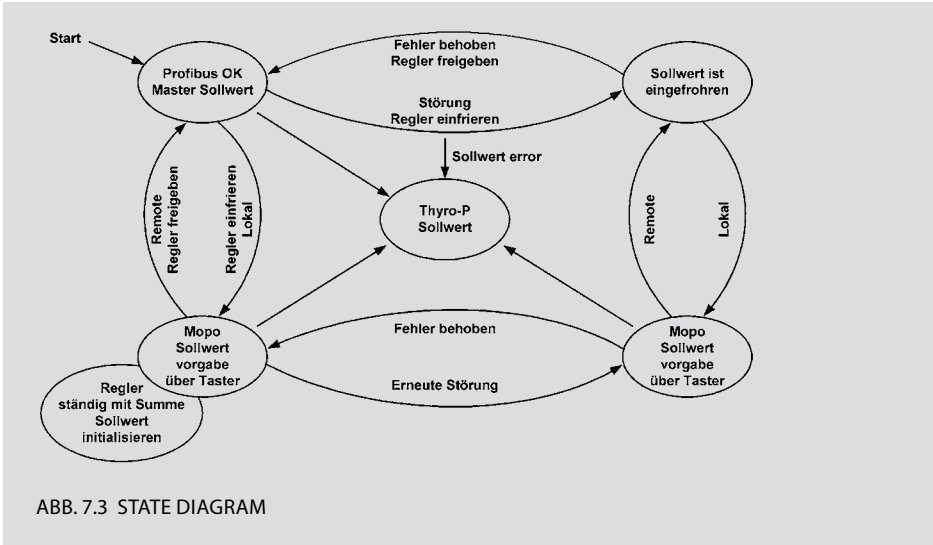

ABB. 7.3 STATE DIAGRAM
3. Bei Umschaltung von Lokal auf Remote ist der Prozessregler mit dem Summen Sollwert zu initialisieren und anschließend zu aktivieren. Aus den obigen Einstellungen ergibt sich dann folgendes Ablaufdiagramm (siehe Abbildung 7.3).